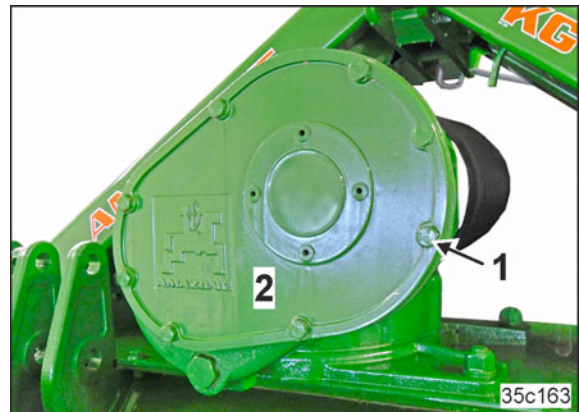

Рис. 160
6. Ослабьте болты (Рис. 160/1).
7. Откройте крышку редуктора (Рис. 160/2).